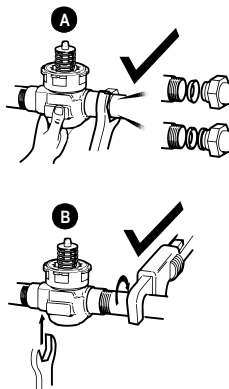

Fig. 5: Valve mounting
6. Either hold valve body in your hand (Fig. 5-A) or attach adjustable spanner (38mm or 1-1/2") across the hexagonal or flat faces on the valve body (Fig. 5-B). If assembly valve train on a bench, take care not to deform body with vice. Do not place the raised "H" logo between the jaws of the vice. Excess jaw force can deform the body.
7. Install the actuator by reversing the process in (2).
6. Halten Sie den Ventilkörper dabei in einer Hand (Abb. 5 A) oder setzen Sie einen verstellbaren Schraubenschlüssel (38 mm bzw. 1-1/2") an den Sechskant oder die flache Seite des Ventilkörpers (Abb. 5 B). Bei Einbau auf einer Werkbank ist darauf zu achten, den Ventilkörper nicht mit dem Schraubstock zu deformieren. Achten Sie darauf, dass sich das hervorstehende "H"-Logo nicht zwischen den Spannbacken befindet. Übermäßige Spannkraft kann zur Verformung des Ventilkörpers führen.
7. Der Einbau des Stellglieds kann erfolgen, indem die unter (2) beschriebene Vorgehensweise umgekehrt wird.